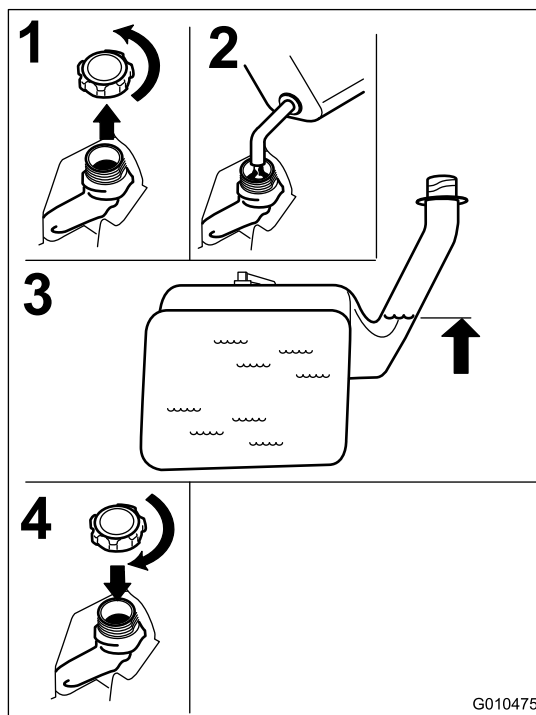

Figura 10
3. Llene el depósito de combustible hasta la parte inferior del cuello de llenado Figura 10.